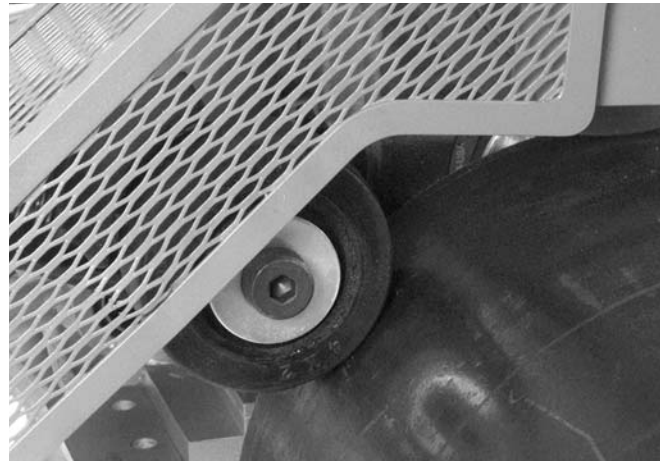

Figura 17 – Ajuste del estabilizador
3. Apriete el estabilizador hasta que el rodillo tope con el tubo. Luego, apriete el estabilizador una o una y media vuelta más. (Figura 17)